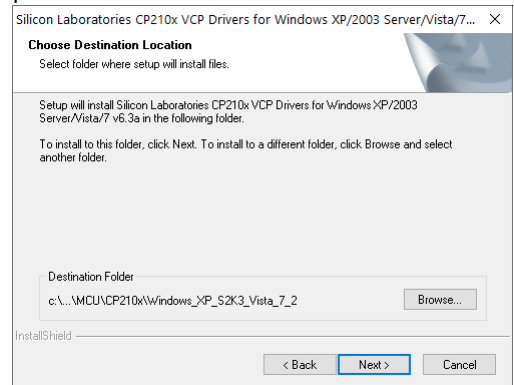

Рисунок 2 – Вікно вибору папки для установлення драйвера
4. У вікні (рисунок 2) вибрати шлях для установлення драйвера.